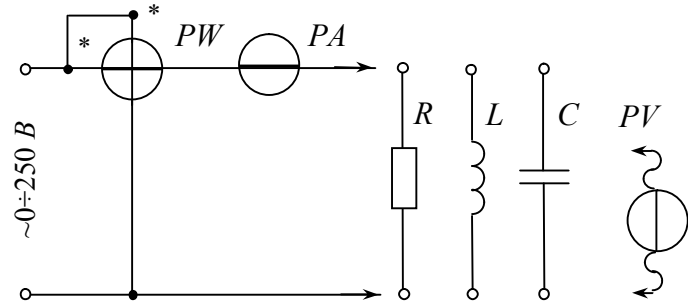

Рис. 13.16.
1. Скласти електричне коло (рис. 13.16), під'єднати його до клем штатива  $\langle \sim \rangle \langle 0 \div 250 B \rangle$ . Перемикач ЛАТР встановити в положення  $0 \div 250 B \langle \sim \rangle$ .